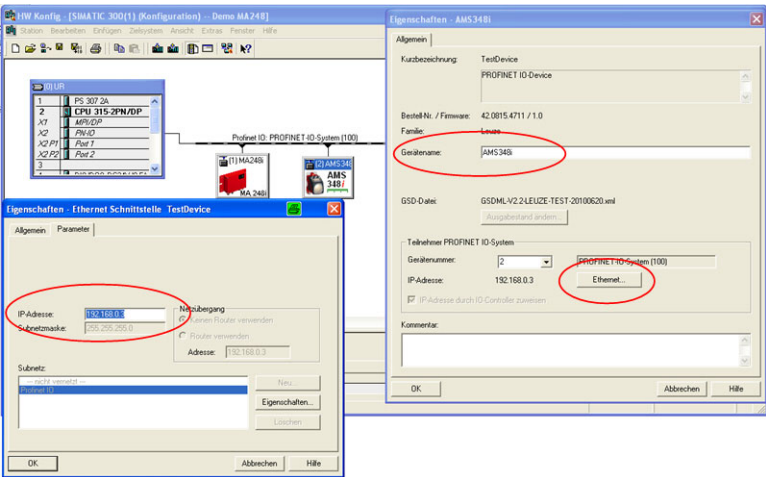

Figure 9.6 : Attribuer un nom d'appareil univoque dans la fenêtre de propriétés
- Affectation des noms d'appareil aux appareils IO configurés (voir figure 9.6)